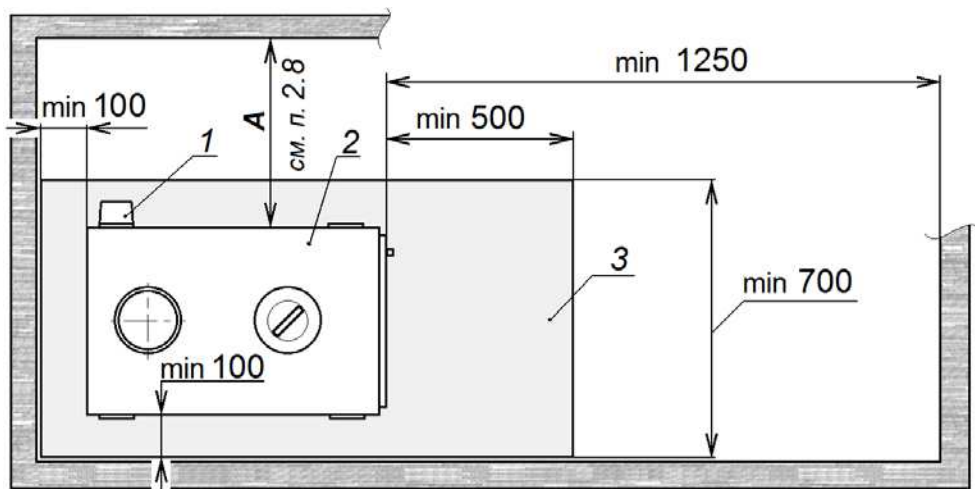

Рисунок 1. Установка котла в помещении (вид сверху):
2.8. Если в котле используется блок ТЭНов (ТЭНБ), то размер *A* (см. рис.1) должен быть не менее 600 мм. Такое расстояние требуется для подключения, обслуживания и замены ТЭНБ.